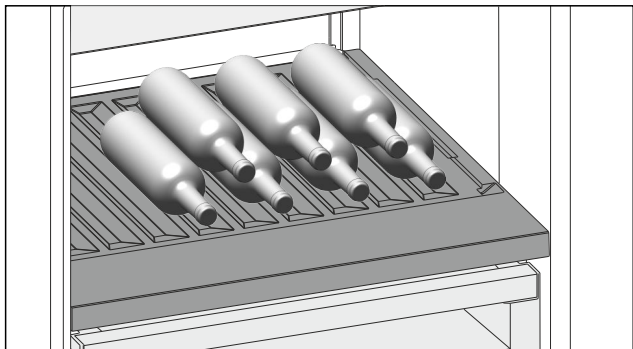

Fig. 184 Примерное изображение
- ▶ Бутылки укладываются дном к задней стенке. (см. *Fig. 184*)